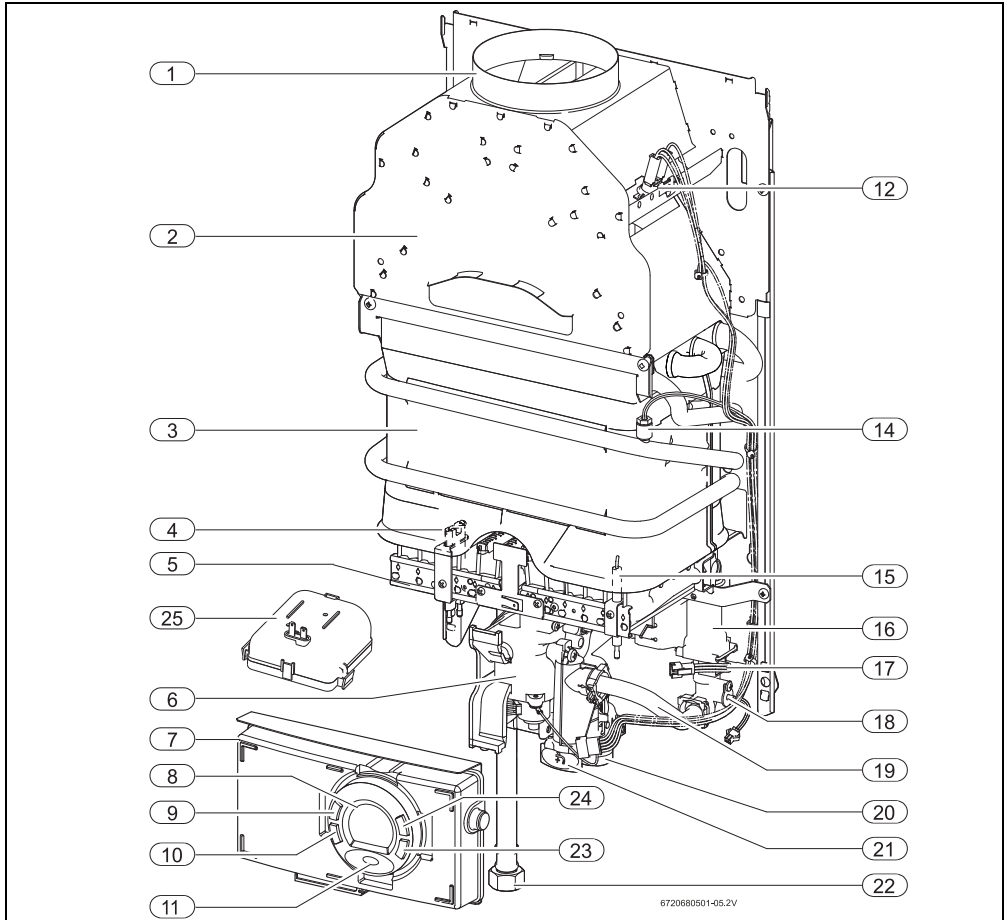

Fig. 2
- ▶ Coloque el interruptor principal (→ Fig. 2, [9]) en posición de funcionamiento.
Siempre que se abre un grifo de agua caliente, el sensor de caudal de agua (→ Fig. 2, [17]) envía una señal a la unidad de mando. Esta señal provoca lo siguiente:
- Simultáneamente, empieza la producción de chispas y la llave del gas (→ Fig. 2, [6]) se abre.
- El electrodo de ionización (→ Fig. 2, [15]) supervisa el estado de la llama